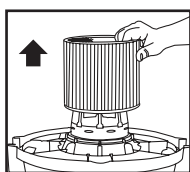

FIGURE 19
24. Glissez la cartouche filtrante à l'extérieur du support de couvercle. **FIGURE 19.**